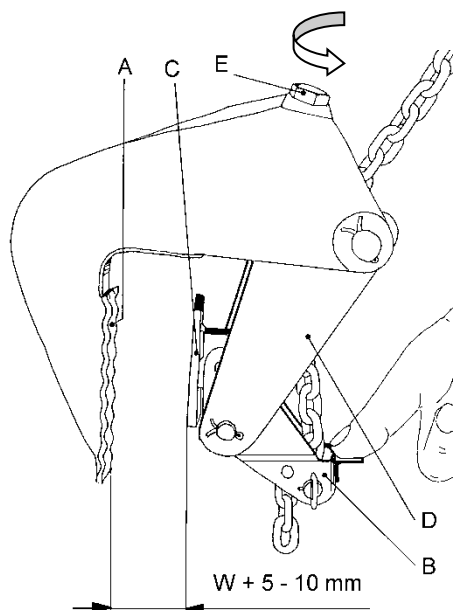
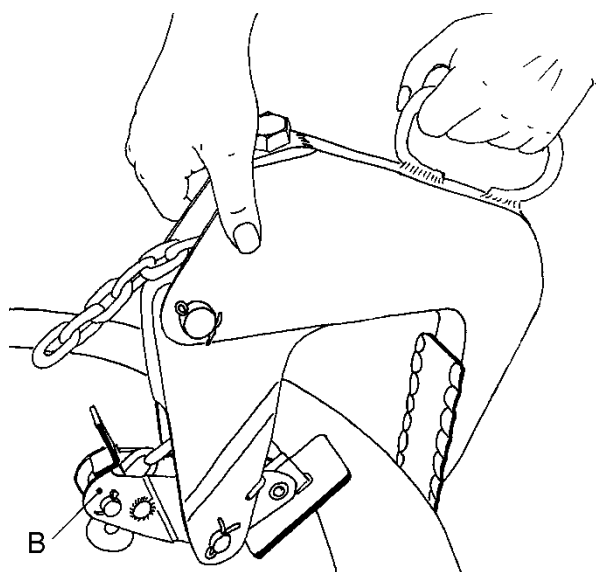

Fig. 3
Fig. 4
Åbn klemmen ved at dreje stilleskruen (E) (fig. 3). Den maksimale åbningsbredde (se typeskilt) må ikke overskrides, da stilleskruens møtrik ikke er sikret. Nedstyrtningsfare! Anbring klemmerne på rørvæggen, så vinkelhåndtaget (B) sidder på indersiden (fig. 4). Tryk vinkelhåndtaget (B) ned mod fjederkraften indtil anslaget. Skru stilleskruen (E) i, indtil åbningsbredden er **5-10 mm større end vægtykkelsen**. Åbningsbredden skal indstilles ens for alle klemmer.